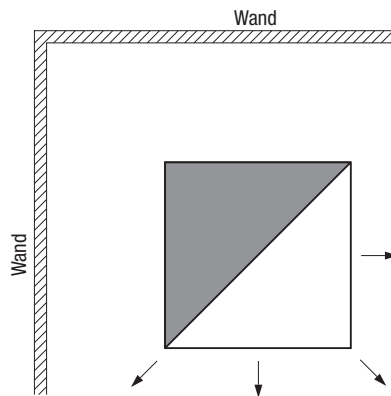

Bild 13: Abdeckung für asymmetrisches Ausblasen, z. B. für die Anordnung in einer Raumecke
d) Wenn der Opticlean in einer Raumecke angeordnet wird, dann wird die Abdeckung wie in Bild 13 dargestellt empfohlen.